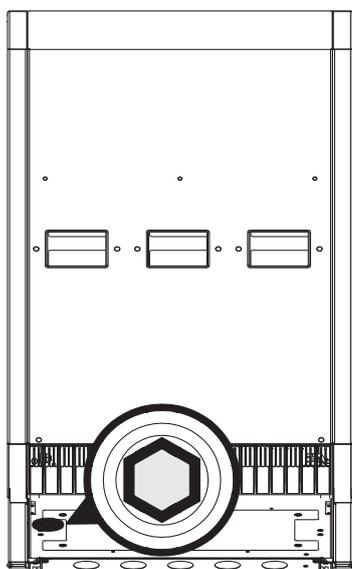

Figura 5-9: Blocco copertura nella parte bassa di IS
- Aprire il blocco della copertura con una chiave a bussola esagonale #10, vedere la figura 5-9.